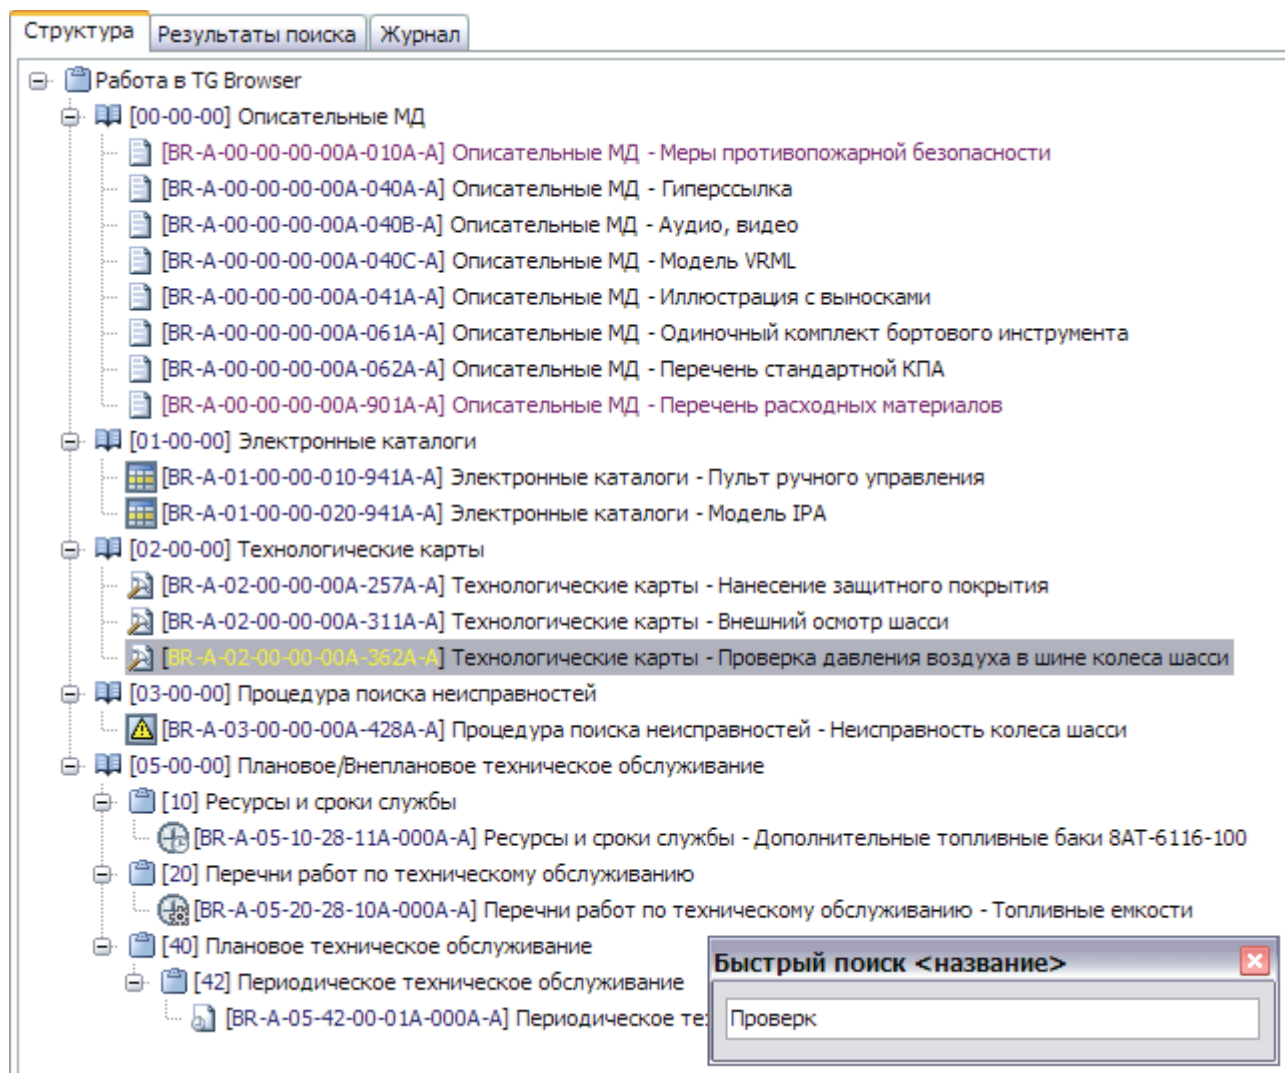

Рис. 3.13
3. Наберите на клавиатуре начальные буквы, если поиск производится по названию (или символы кода, если поиск производится по коду). В нижней части вкладки **Структура** появится окно быстрого поиска с введённой строкой поиска (Рис. 3.13).